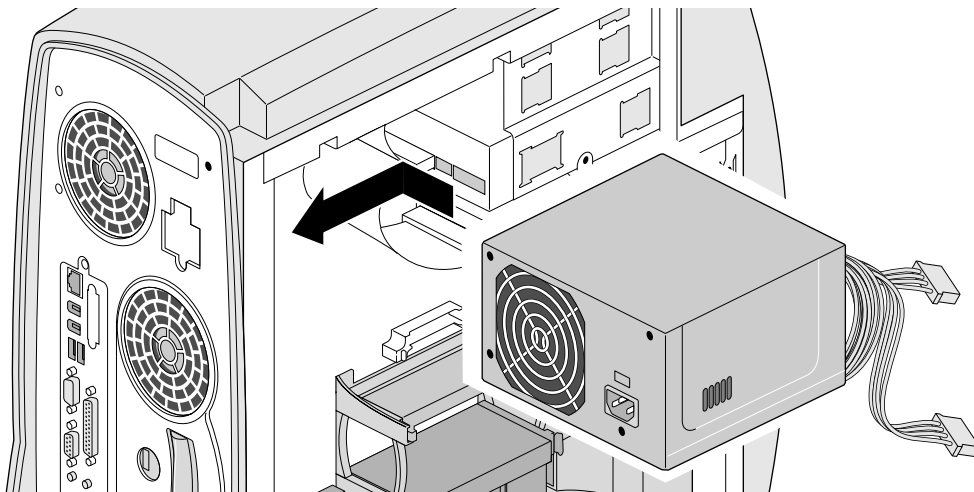

図 7-4 電源の取り付け
3. 電源をシステムの左上端にスライドさせます（図 7-4）。